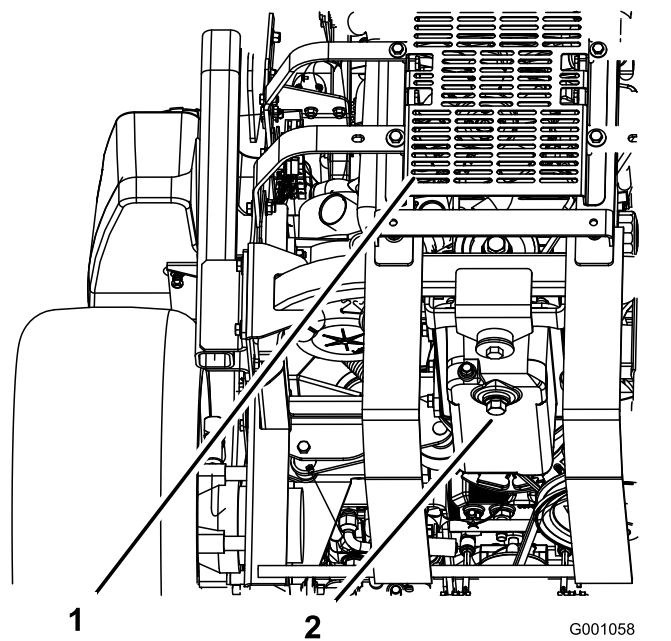

Figura 60
5. Coloque un recipiente debajo del orificio de drenaje de aceite. Retire el tapón de vaciado y deje que el aceite se drene completamente (Figura 60).